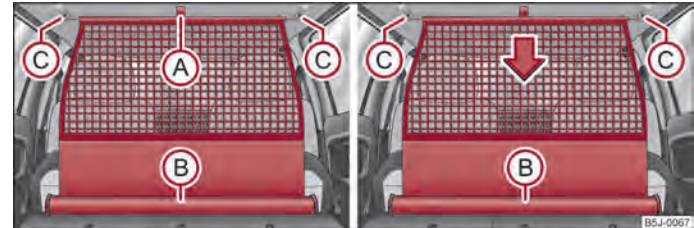

Abb. 54 Gepäcknetztrennwand herausziehen / aufrollen
- Ziehen Sie die Gepäcknetztrennwand an der Lasche (A) aus dem Gehäuse (B) ⇒ Abb. 54.
- Setzen Sie die Querstange in die Aufnahme (C) zunächst auf einer Seite ein.
- Ziehen Sie die Querstange erst auf der einen, dann auf der anderen Seite etwas nach hinten und nehmen die Querstange aus den Aufnahmen (C) ⇒ Abb. 54.
- Halten Sie die Querstange so, dass die Gepäcknetztrennwand in das Gehäuse (B) langsam und ohne Beschädigung einrollen kann.